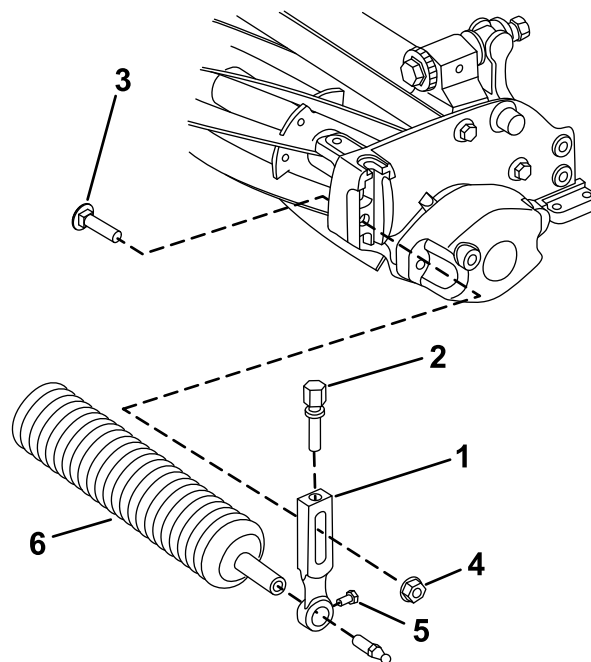

Figure 2
1. Sur l'unité de coupe, desserrez les vis qui fixent chaque côté du rouleau avant aux bras de hauteur de coupe (Figure 2).
2. Retirez les boulons de charrue et les contre-écrous à embase qui fixent les bras de hauteur de coupe à chaque extrémité de l'unité de coupe (Figure 2). Déposez les bras de hauteur de coupe et le rouleau.
3. Retirez les vis de réglage de hauteur de coupe et les vis de fixation de rouleau des bras de hauteur de coupe (Figure 2).